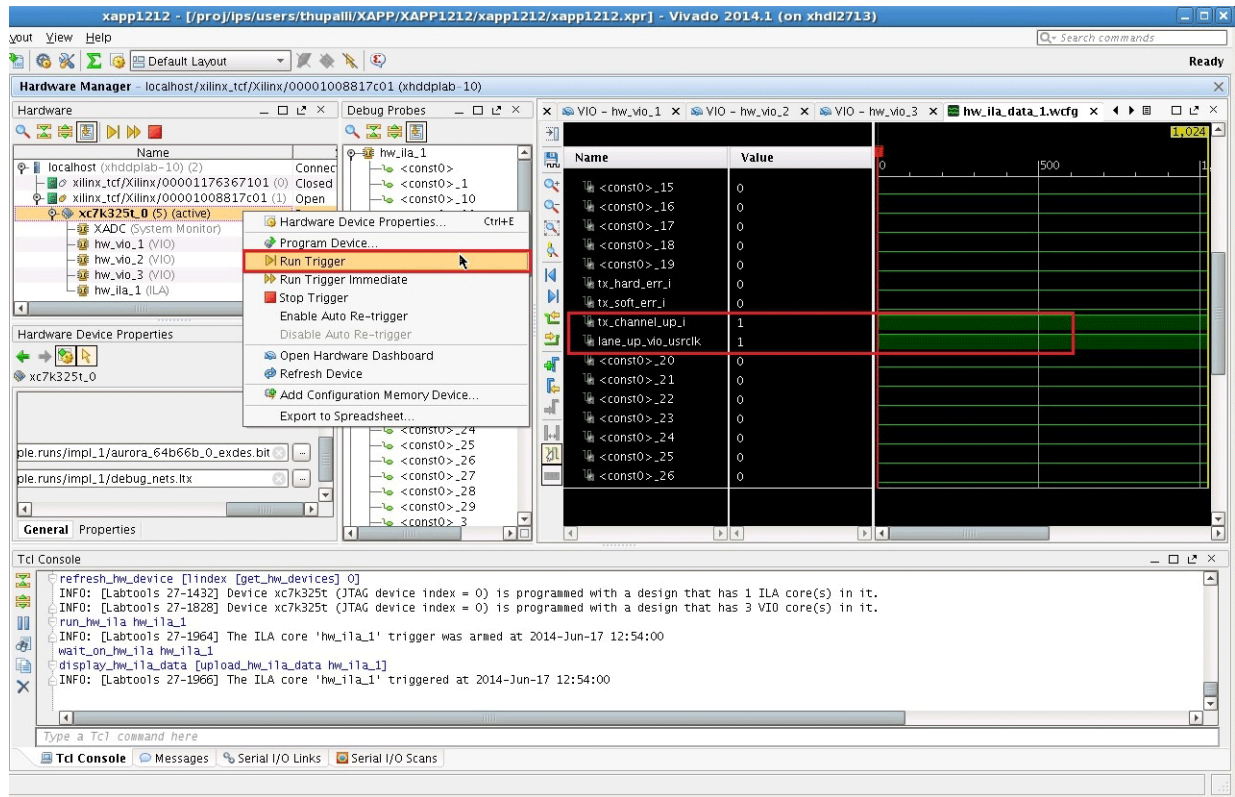

図 24 : [Run Trigger] の選択
1. [Hardware] ビューでデバイスを右クリックし、[Run Trigger] をクリックします (図 24)。